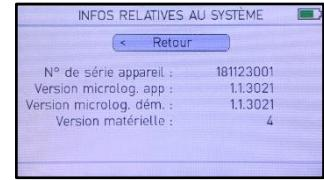

Figure 48. INFOS SYSTEME
2. Appuyer sur . Les informations du système s'affichent (Voir figure 48)